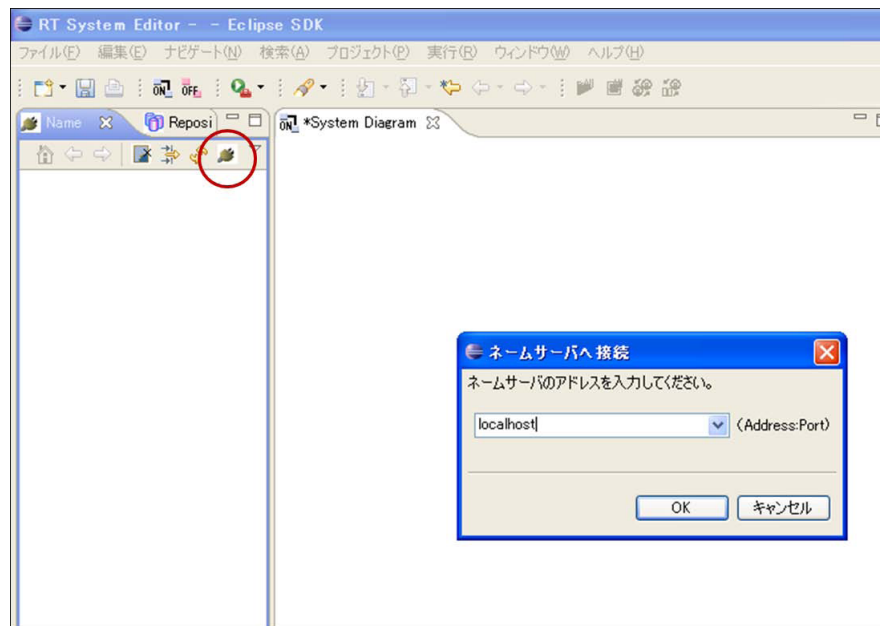

図 3: RT System Editor の画面
2. 図 3 の赤い丸で囲んだアイコン『ネームサーバを追加』を選択する。
3. 図 3 のように『ネームサーバに接続』の Address Port に『localhost』と入力して OK を選択する。